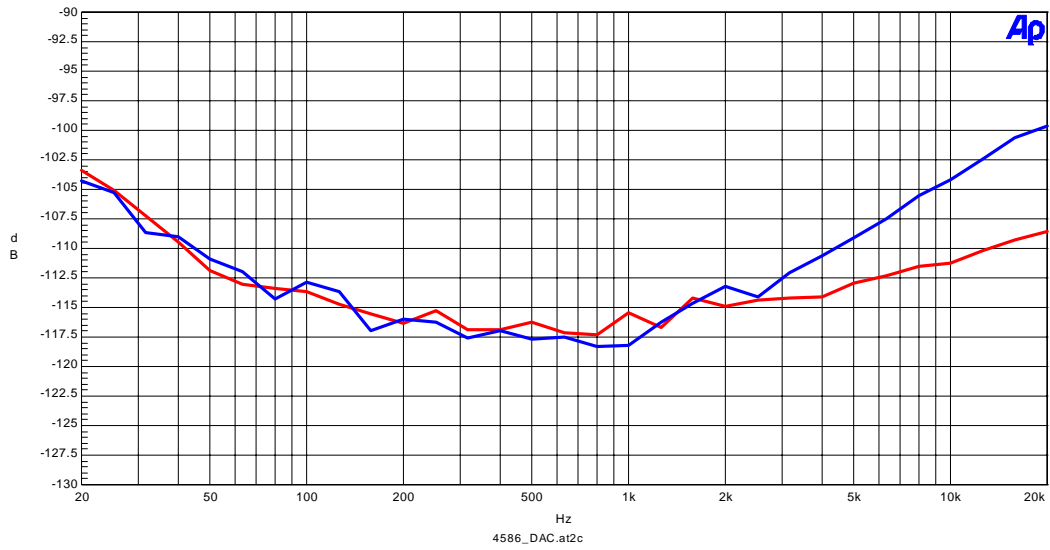

Figure 3-9. Crosstalk (Input Level=0dBFS)
- Figure 3-9. Crosstalk (Input Level=0dBFS)